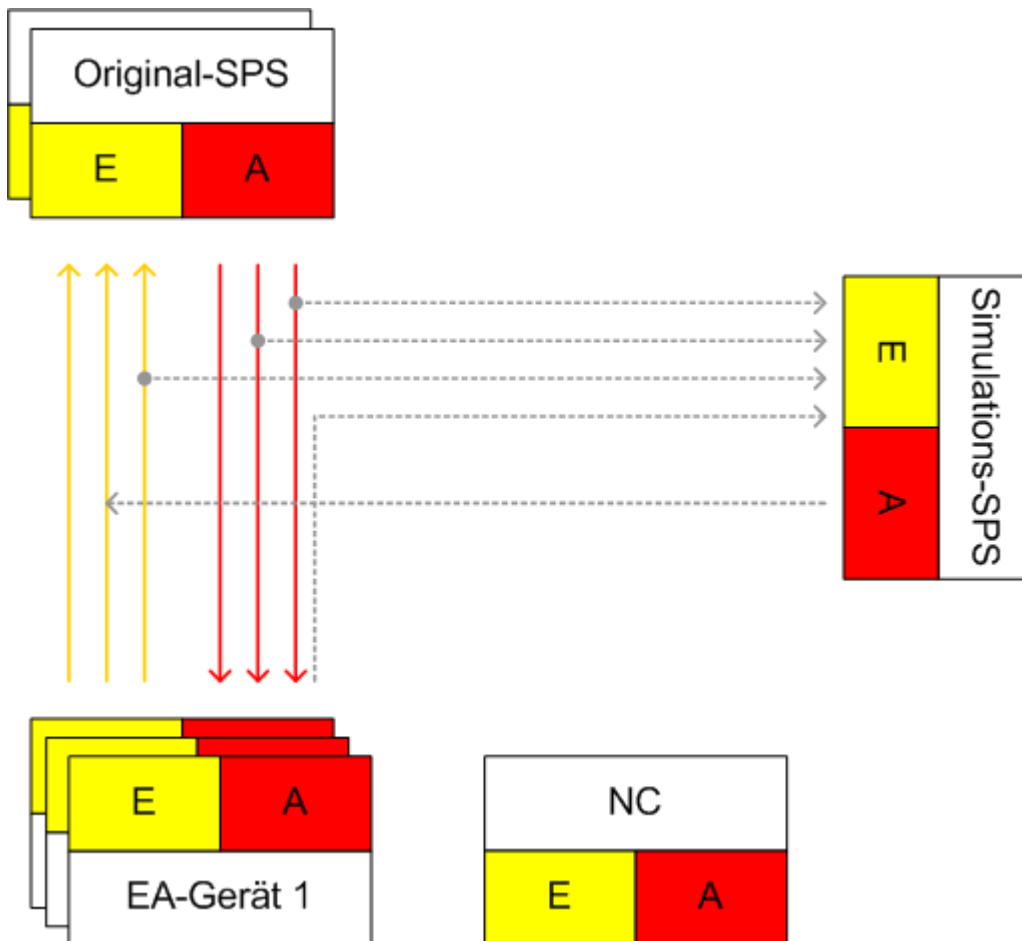

Abb. 2: Bild 1: TwinCAT System im Original-Modus
Im Simulations-Modus (siehe [Bild 2 \[►_16\]](#)) sind die Simulations-SPSen hinzugeschaltet. Alle Verknüpfung zwischen Original SPSen und I/O-Geräten sind so umgeleitet, daß zu simulierende Geräte nicht mehr an der Kommunikation teilnehmen. Alle Funktionen der abgeschalteten Geräte, die im Simulationsmodus vorhanden sein sollen, müssen durch eine oder mehrere Simulations-SPSen übernommen werden.
Eine Auswahl von "Remind to update boot project on change" innerhalb der PlcControl Projekteinstellungen (Bild 2 [▶ 18]) hilft das Bootprojekt konsistent zum aktuellen Projekt auf der Steuerung zu halten.
2. Die Symbolinformation wurde vorab durch den Projekt-Download mit auf dem Zielsystem abgelegt. Dazu muss die Option "Download Symbol description" im PlcControl (Bild 2 [▶ 18]) aktiviert und das kompilierte Projekt auf das Zielsystem geladen sein.
Der Dialog besteht im wesentlichen aus zwei Listboxen (siehe Bild 2 [▶ 57]):